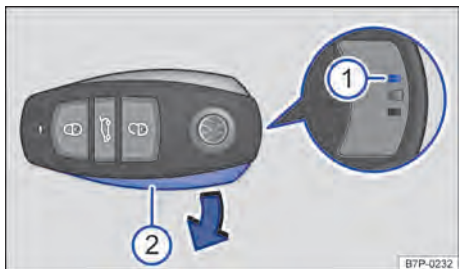

Fig. 39 Remover a cobertura da bateria na chave do veículo.
A bateria está localizada na chave do veículo atrás de uma cobertura ⇒ Fig. 39. Na troca de bateria, atentar para a polaridade correta e utilizar baterias do mesmo modelo ⇒ .
- Inserir o lado externo esquerda da cobertura ⇒ Fig. 39  na chave do veículo e pressionar o lado direito largo até que a cobertura trave.